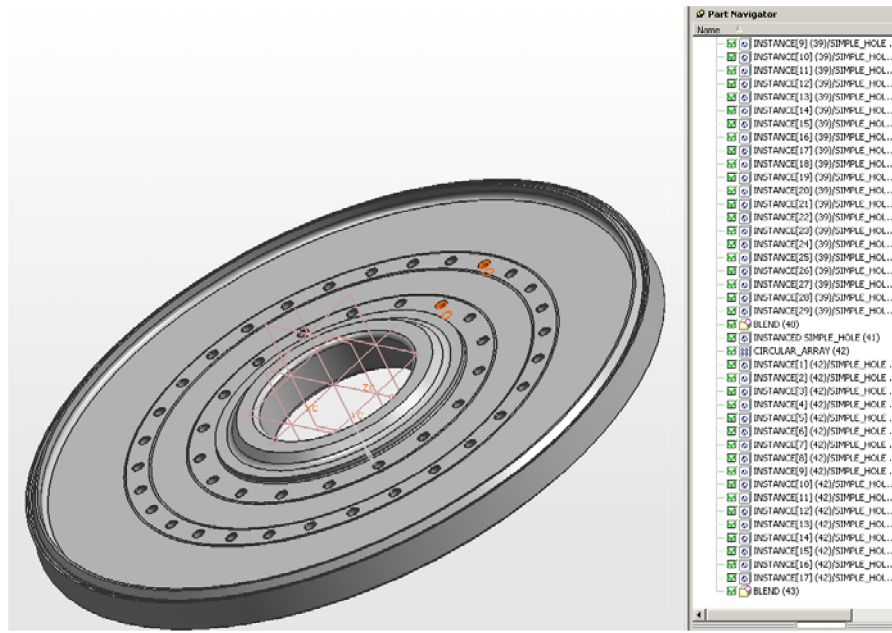

Рис. 40. Модель диска с отверстиями
9. Выполните аналогичные действия (п.п. 8 и 9) и создайте 18 отверстий диаметром 10.1 мм, расположенных на диаметре 294 мм от центра диска. Модель должна выглядеть, как показано на Рис. 40.